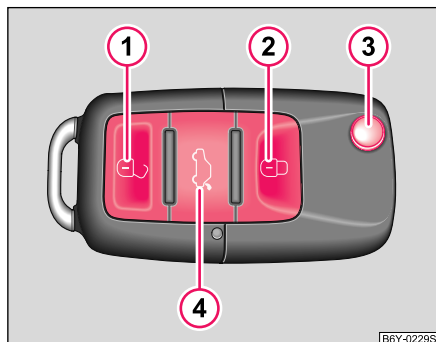

Fig. 26 Llave con radiotelemando
- Pulsar la tecla ④ aprox. durante 1 segundo ⇒ fig. 26. Otras informaciones ⇒ página 46.